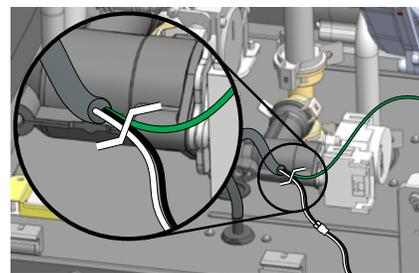

Figura 37 - Ubicación de corte del cable de alimentación del sistema.
- 4 Ubique el cable de alimentación del sistema con la Figura 37. Corte los cables en el lugar que se muestra en la Figura 37.